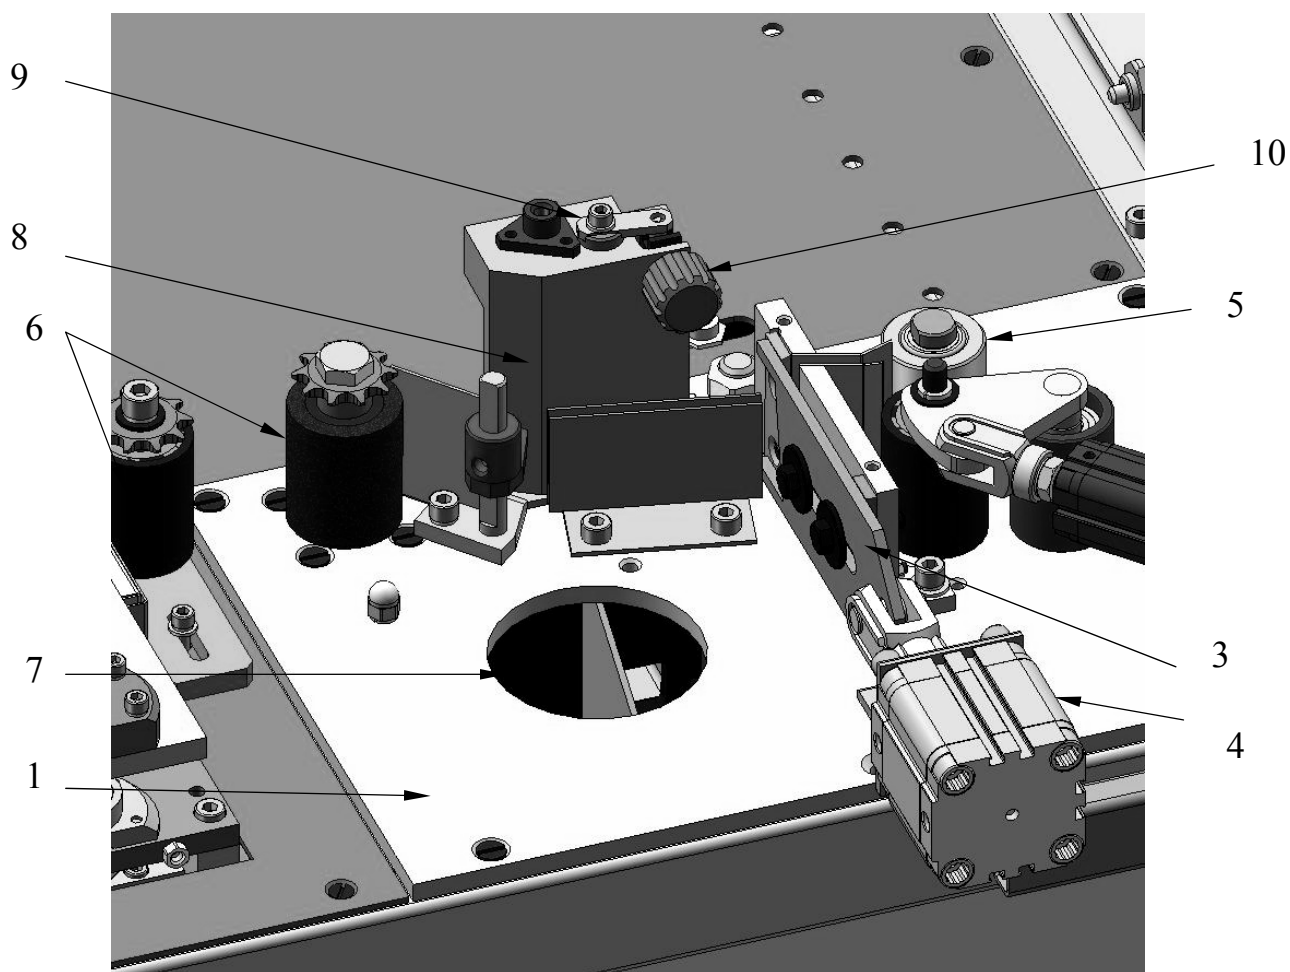

Рис.2. Узел поклейки
3.1 Узел поклейки (Рис. 2) состоит из несущей плиты, опоры для размещения бобины, узла отрезки кромочного материала, дополнительных роликов, направляющих кромочной ленты, устройства разогрева и подачи клея, терморегулятора.